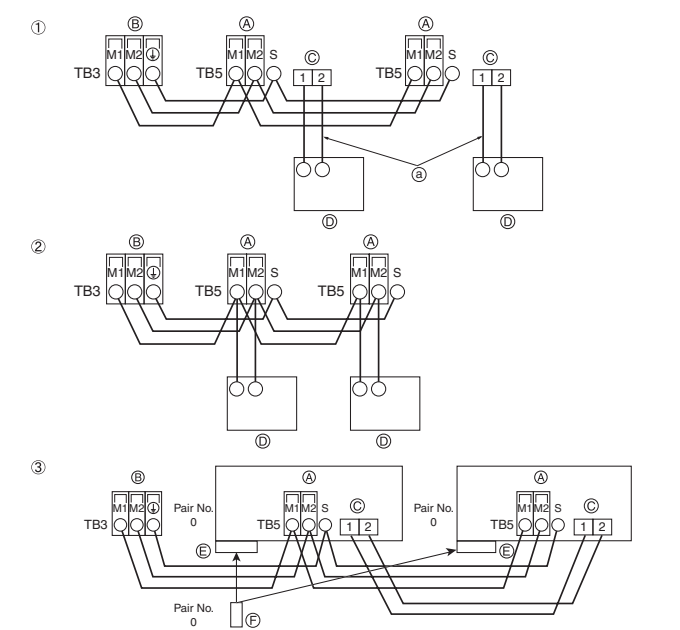

Fig. 5-4
5.4. Conexión de los cables de transmisión del mando a distancia y de las unidades exterior e interior (Fig. 5-4)